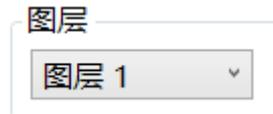

图 5.10.1c 图层选择框
⑤还可对图层进行设置，若只对图层 1 进行默认指令集设置，选择图层 1 进行设置即可，若要对所有的图形都进行默认指令集的设置，则需要点击图层选择框，选择其余的每一个图层进行指令集的设置。图层选择框如下图 5.10.1c 所示。
⑤还可对图层进行设置，若只对图层 1 进行默认指令集设置，选择图层 1 进行设置即可，若要对所有的图形都进行默认指令集的设置，则需要点击图层选择框，选择其余的每一个图层进行指令集的设置。图层选择框参考图 5.10.1c 所示。